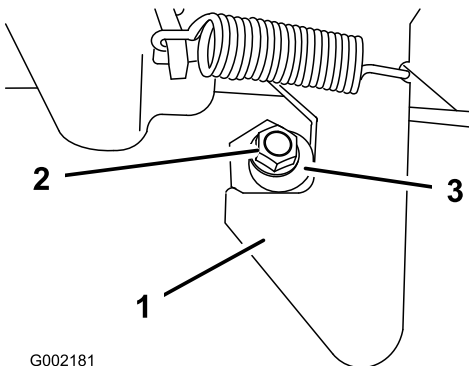

Figura 49
1. Afloje la contratuerca del extremo del tope del enganche (Figura 49).
2. Gire el tope del enganche en sentido horario hasta que quede apretado contra el enganche (Figura 49).